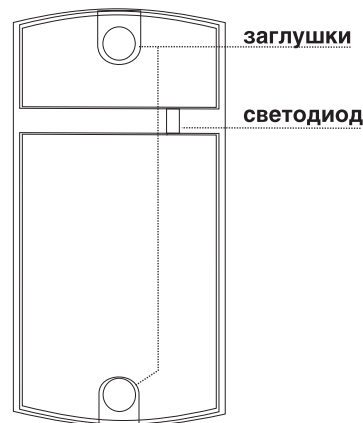

Рис. 3
5. Закройте отверстия на считывателе заглушками из комплекта (см. рис. 3).